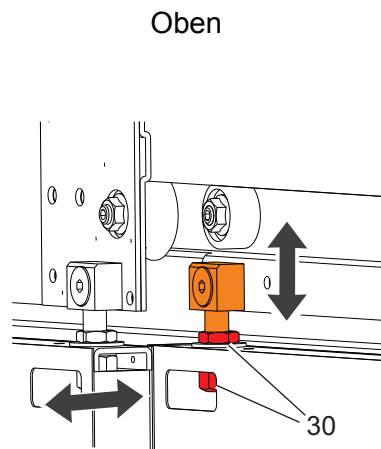

Abb. 20
- Oben: Siehe Abb. 20
- Unten: Nach Lösen der Kontermutter (23) mit Hilfe des mitgelieferten Sonder-Gabelschlüssel kann das Türblatt eingestellt werden.
- Unten: Durch Einlegen von Zwischenblechen (11) einstellen